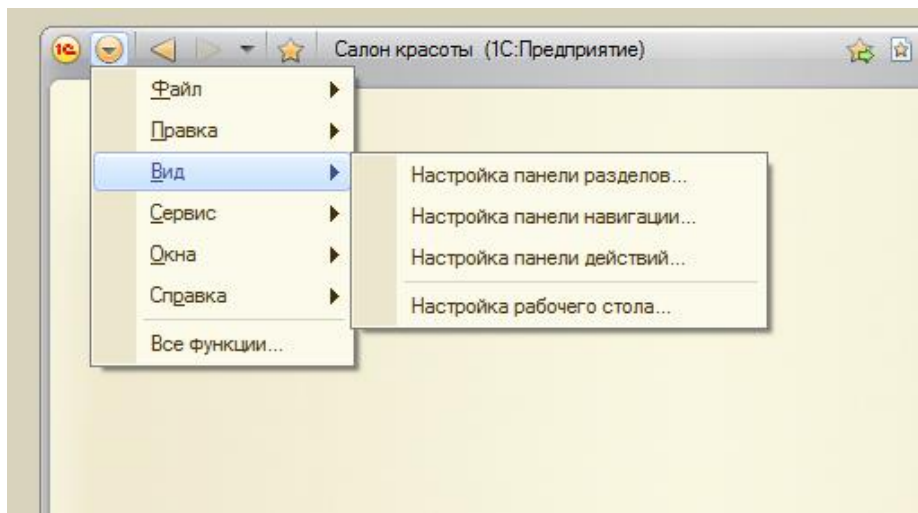

Рисунок 2.4 - Главное меню в режиме 1С:Предприятие
1.5 Обратите ваше внимание на кнопку **Главное меню**. Она открывает меню, содержащее стандартные для Windows-программ команды, Рисунок 2.4.